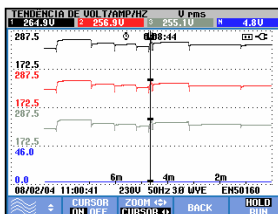

Figura 17-5. Exibição de tendência, cursor ativado
- Use F2 para ativar o cursor. Use as teclas de seta esquerda/direita para mover o cursor horizontalmente ao longo das tendências. O valor das tendências no cursor é exibido no cabeçalho da tela, como mostrado na Figura 17.5. Observe que a atualização da tela pára agora (o registro dos dados continua!). A tendência pode registrar até seis telas, das quais uma é exibida por vez. Mover o cursor pelo canto esquerdo ou direito da tela torna visível a próxima tela.